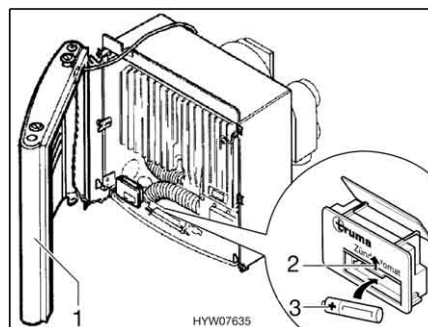

Fig. 85 Riscaldamento acceso
- Posare da un lato la copertura (Fig. 85,1) di modo da non dover estrarre il cavo di allacciamento per la ventola dell'aria calda e per la lampadina di controllo accensione.
- Spingere la copertura del vano batteria sul dispositivo di accensione (Fig. 85,2) verso l'alto.
- Inserire una nuova batteria (Fig. 85,3) dello stesso tipo nel vano batteria rispettando la polarità (+/-). Utilizzare soltanto batterie Mignon resistenti alle alte temperature (+70 °C) e sicure da perdite.